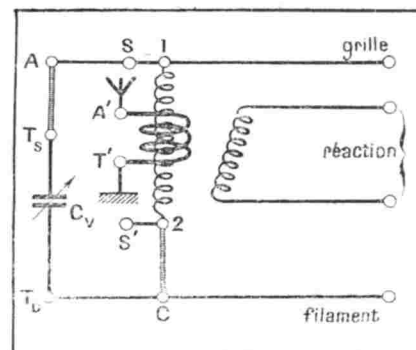

Fig. 10. — Combinaison V : grande antenne apériodique. Utilisation du dispositif spécial de la figure 11.
V. — Grande antenne apériodique. Mettre (fig. 10) à la place de l'inductance d'accord le petit dispositif décrit ci-dessous :